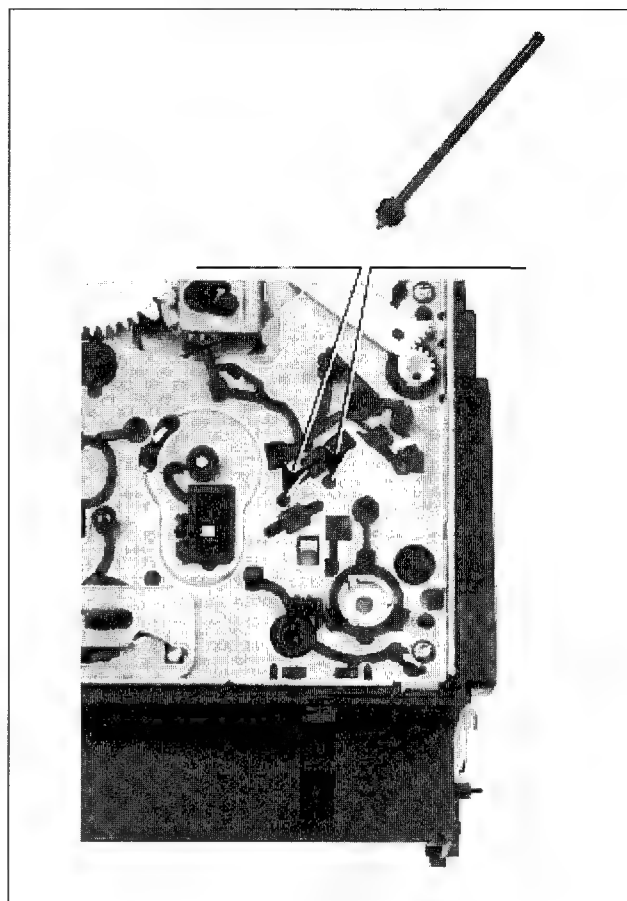

Abb. M10
- Mittels Einstellwerkzeug (von der Unterseite des Laufwerks das Bremsband so einstellen, daß die Nase des Bandzugfühlers deckungsgleich mit der linken inneren Führungskante von Führung links ist. (Siehe Abb. M10/M11)
- Mit dem Einstellwerkzeug (von der Unterseite des Laufwerks) die Feder (Pos.11) auf einen Bandzug von $0.24\text{N} \pm 0.02\text{N}$ ($24\text{g} \pm 2\text{g}$) einstellen. (siehe Abb. M10/11).